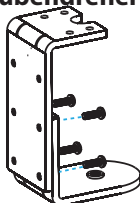

Abbildung 11
2. Setzen Sie **Schrauben** (x4) in die **mittleren und unteren Löcher** der **Tischklemme** ein. Ziehen Sie **Schrauben** (x4) mit **Kreuzschlitzschraubendreher** fest. (Abbildung 11)